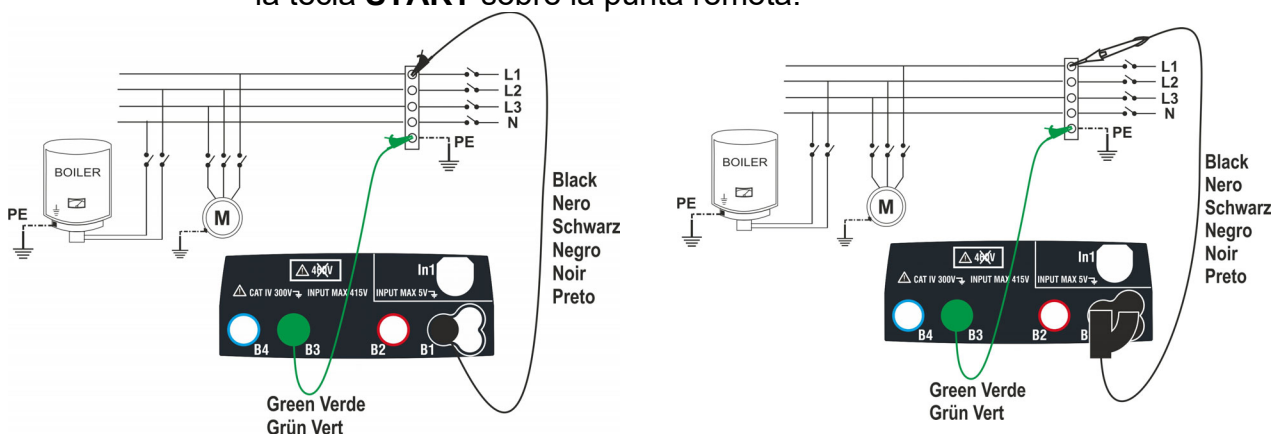
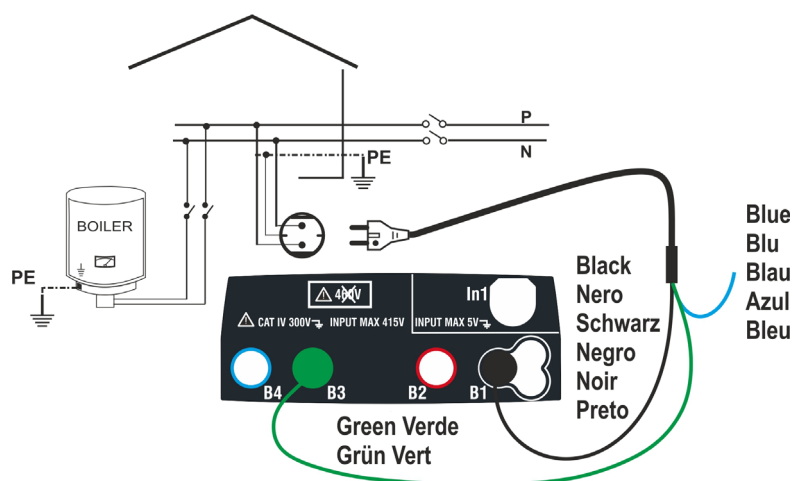

Fig. 8: Verificación del aislamiento L-PE mediante cables y punta remota
Fig. 9: Verificación del aislamiento L-PE mediante toma shuko
6. Conecte los cocodrilos y/o las puntas y/o la punta remota en los extremos de los conductores en examen de acuerdo con la Fig. 8 y la Fig. 9.